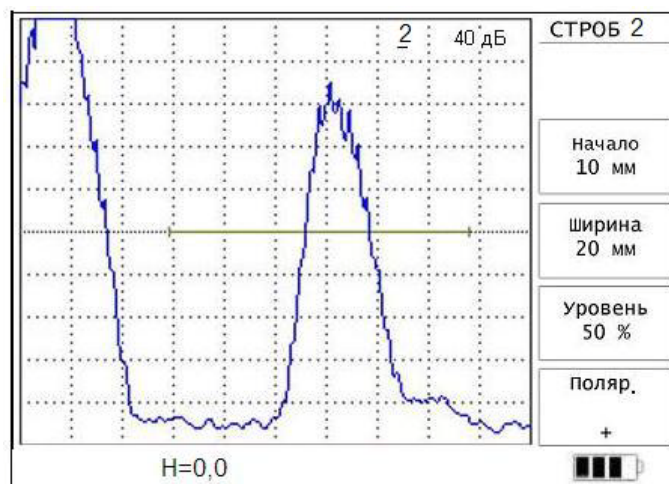

Рис.5.9.
5.4.4. Меню **«СТРОБ 2»** аналогично меню **«СТРОБ 1»** (рис.5.9).